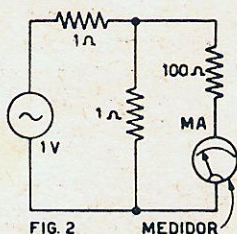

FIG. 2
A distorção harmônica (DH) total e o sinal de entrada foram medidos como função da potência de saída; os resultados acham-se ilustrados na Fig. 2. A leitura da potência de saída foi efetuada no secundário do transformador de saída, o qual tem uma eficiência de 76%, de maneira que a válvula de saída fornece na realidade cerca de 2,65 Watts ao nível de saída nominal. A sensibilidade é considerada adequada para pick-ups de cristal.
O aparecimento das barras pode ser facilmente explicado com o auxílio da curva característica de placa para polarização nula de grade (fig. 2).
Com referência à Fig. 2, digamos que R_{c1} representa a linha de carga do amplificador de saída horizontal num receptor dotado de uma alimentação $+B$ relativamente alta. Notamos
Agora, consideremos a linha de carga do amplificador de saída horizontal de um modelo antigo de receptor (R_{c2} na Fig. 2), que possua alimentação B de valor mais baixo.
baixa tensão B possuem um cotovêlo de curvatura uniforme como na Fig. 2. Pode ser que uma ou outra válvula apresente descontinuidade no cotovêlo, como mostra a Fig. 3.